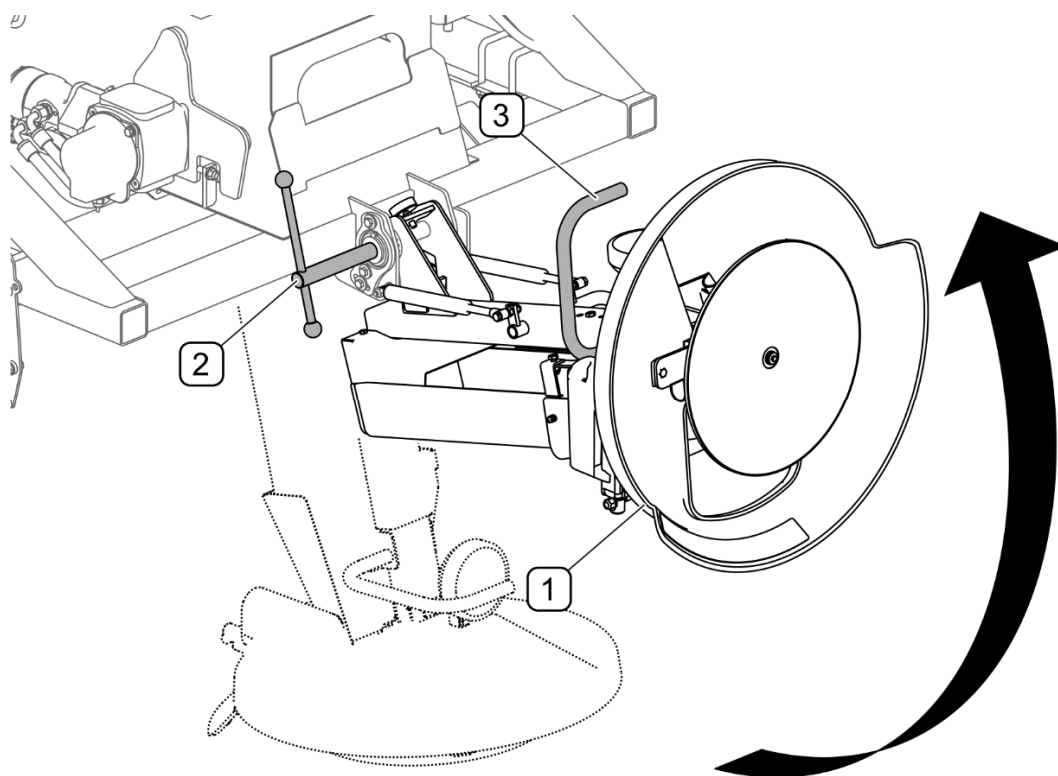

РИСУНОК 4.33 Подъем разбрасывающего механизма
- поднять разбрасывающий механизм и заблокировать в верхнем положении (РИСУНОК 4.33)
Чтобы поднять разбрасывающий механизм для разгрузки (РИСУНОК 4.33), необходимо: